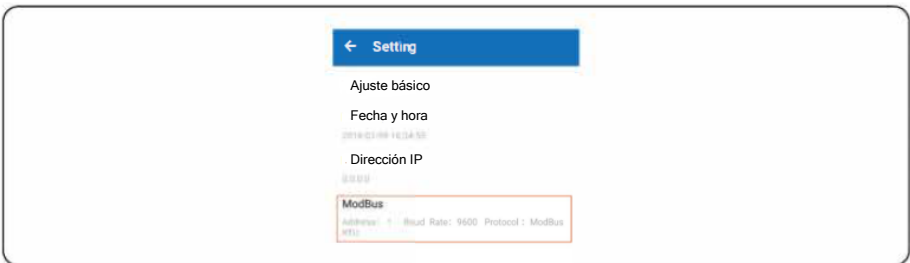

Figura 5.19 Comprobación de la dirección Modbus
**Paso 3** Compruebe la dirección Modbus en la Figura 5.19, la dirección por defecto es 1, haga un clic largo para revisar la dirección y guardarla, el inversor en el mismo bus RS485 debe tener una dirección única.